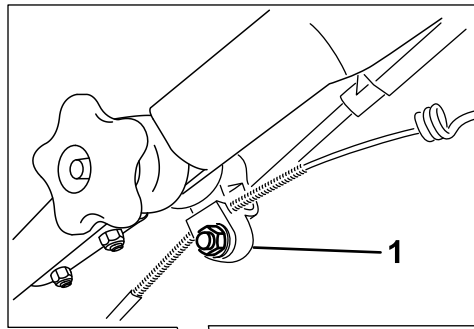

Bild 47
1. Lockern Sie die Mutter an der Kabelhalterung (Bild 47).